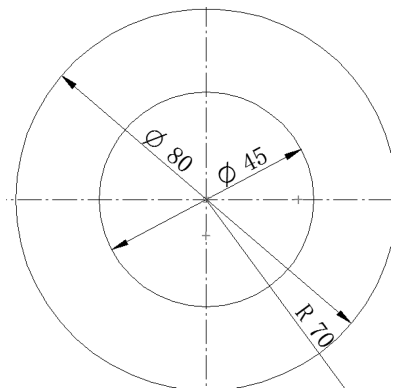

图 6-96 标注尺寸
(6) 单击【绘制草图】选项卡【尺寸】区域下的  【智能尺寸】按钮，标注刚才放置圆的尺寸（拖动尺寸可以挪动尺寸的位置），如图 6-96 所示。